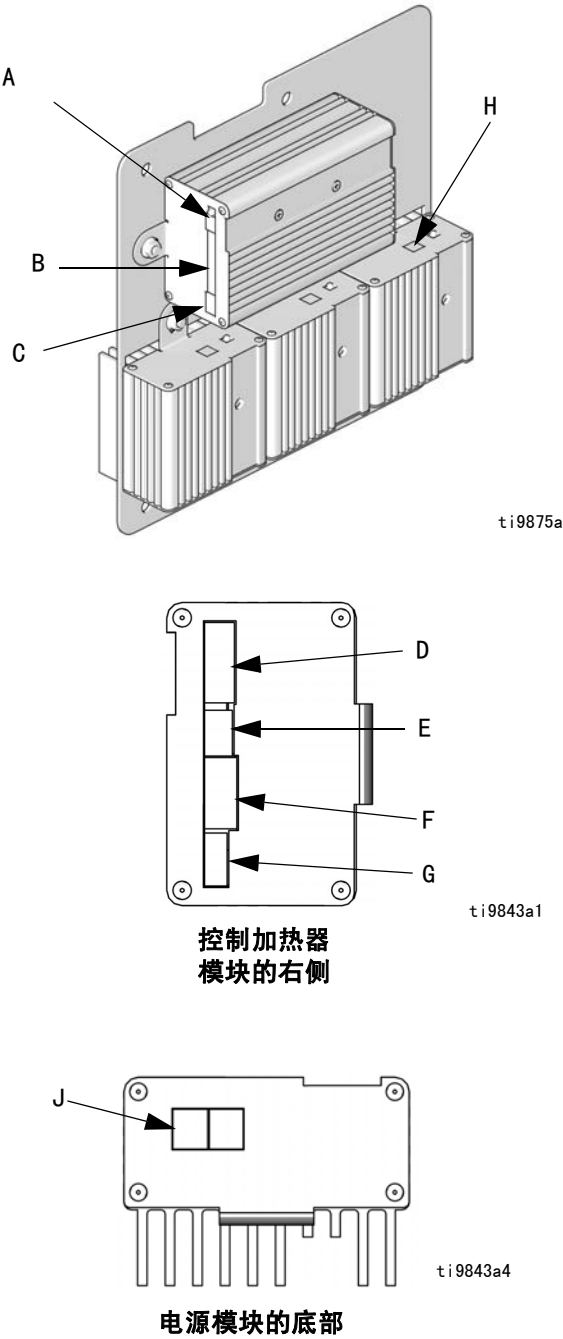

图 8. 温度控制模块的连接
5. 从温度控制模块的 B 位置断开热电偶接线的连接。请参见表 6 (第 36 页) 和图 8 (第 36 页)。
如果接线需要更换，则从温度控制板上断开连接。请参见表 6（第 36 页）和图 8（第 36 页）。